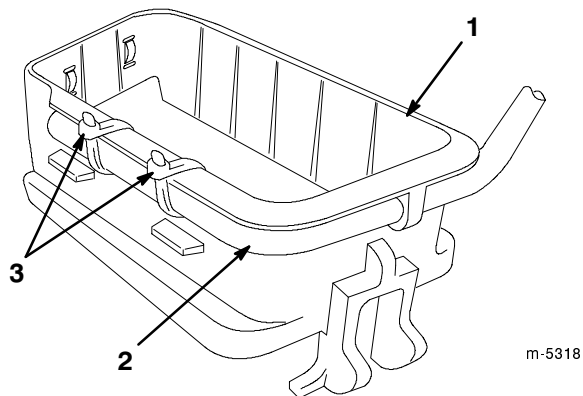

Figura 1
1. Fije el alambre de soporte de la bolsa al conducto de entrada trasero según muestra la Figura 1.
2. Fije el alambre de soporte de la bolsa al conducto de entrada trasero con dos sujetacables pequeños. Coloque las cabezas de los sujetacables en la parte trasera del conducto de entrada trasero según muestra la Figura 1, y recorte el exceso.